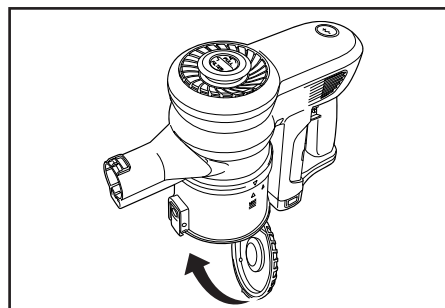

Fig. 2
5. Lorsque le réservoir à poussière est vide de débris, poussez fermement la base sur le réservoir à poussière jusqu'à ce que vous entendiez un clic et qu'il soit complètement verrouillé (Fig. 2).